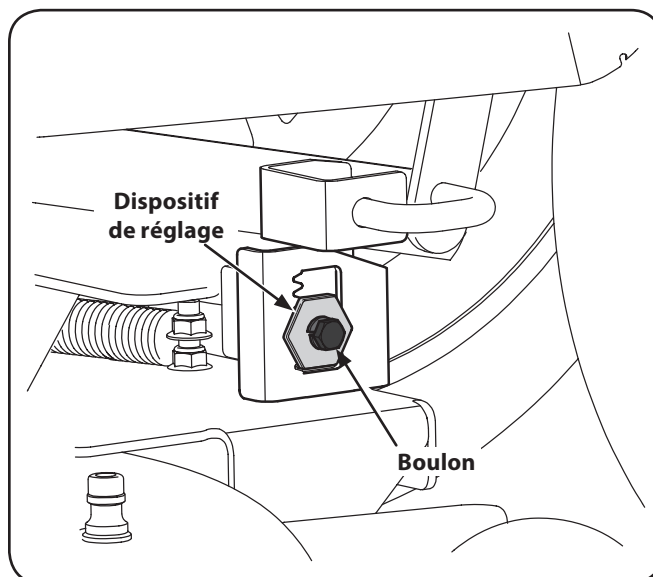

Figure 6-8
3. Desserrez, sans retirer, le boulon fixé au support gauche du plateau de coupe. Voir Figure 6-8.
4. À l'aide d'une clé mixte, tournez le dispositif de réglage pour relever ou abaisser le côté gauche du plateau de coupe. Voir Figure 6-8.